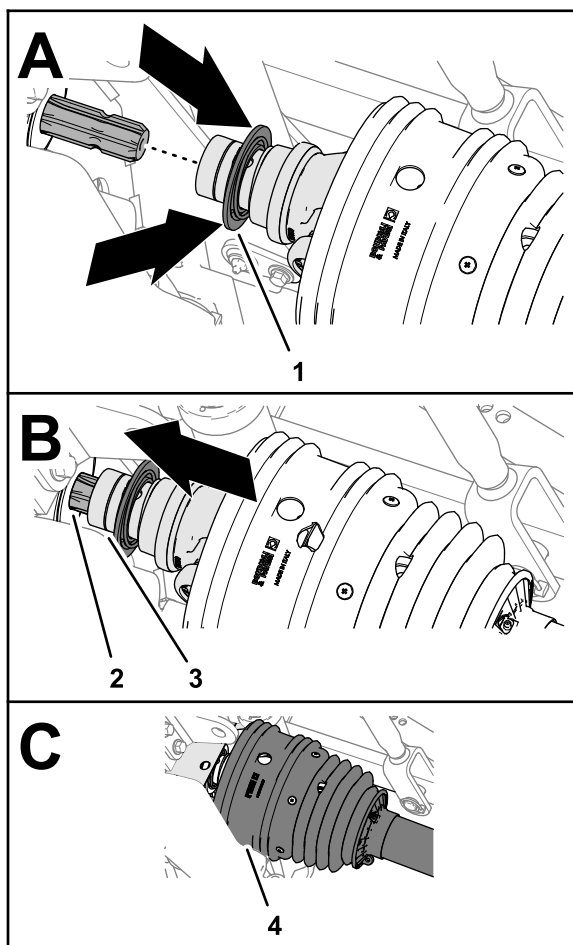

Figure 27
3. Tirez la bague de blocage en arrière sur la chape de l'arbre de transmission (Figure 27).